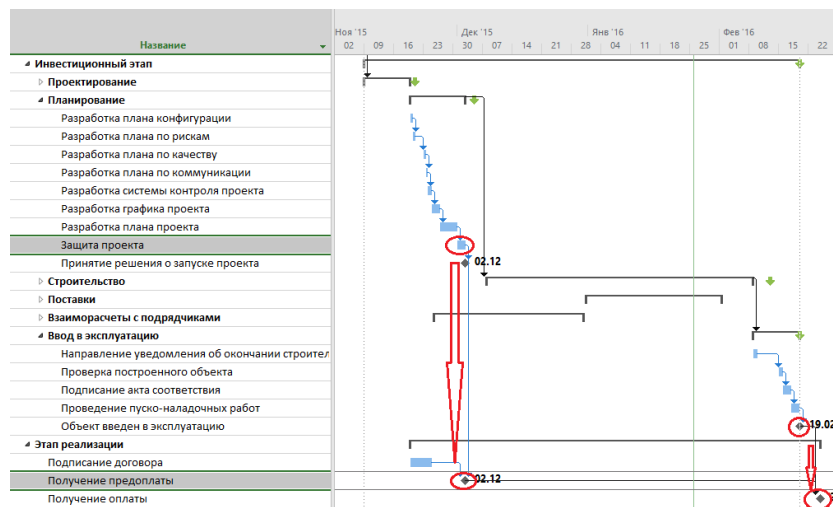

Рисунок 7.38 – Задачи этапа «Реализация коттеджа»
5. Задача «Получение оплаты» начинается после задачи «Объект введен в эксплуатацию» (см. Рисунок 7.38), с задержкой в три дня.